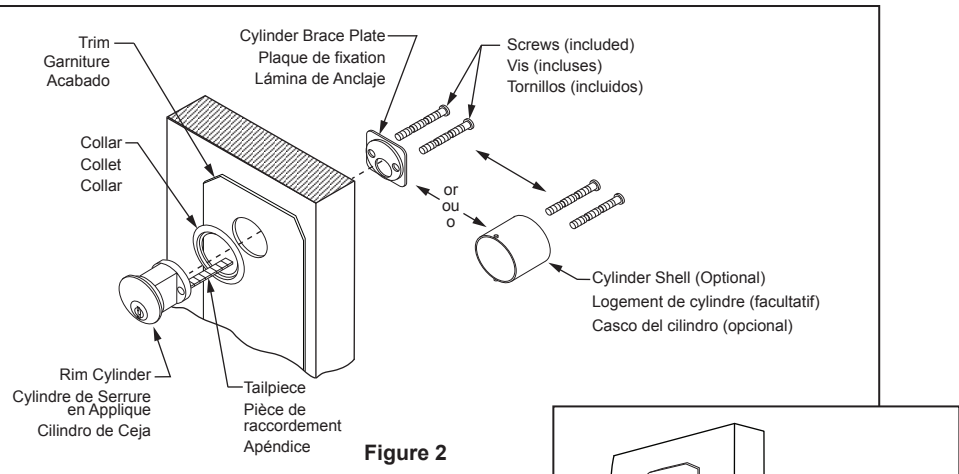

Figure 2
2. From the exterior, place Collar over the 1-1/2" (38mm) hole then insert Rim Cylinder making sure Tailpiece is positioned at lower portion of Rim Cylinder (see **Figure 2**).
3. Position Cylinder Brace Plate (or optional Cylinder Shell) from interior side of door and secure Cylinder Brace Plate, Collar, and Rim Cylinder with two Screws provided (see **Figure 2**).
2. De l'extérieur, placer le collet sur le trou de 1 po 1/2 (38 mm) et insérer le cylindre de serrure en s'assurant que la tige de raccordement est placée au bas du cylindre (voir **Figure 2**).
3. Placer la plaque de fixation (ou logement de cylindre facultatif) à l'intérieur de la porte et la fixer avec les vis incluses (voir **Figure 2**).